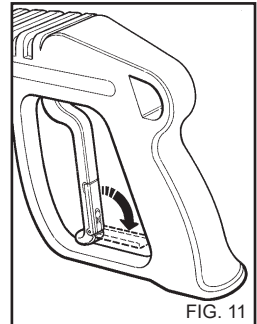

FIG. 11
- Når høytrykksvaskeren ikke er i bruk stenger du sikkerhetsinnretningen på håndtaket (fig. 11).